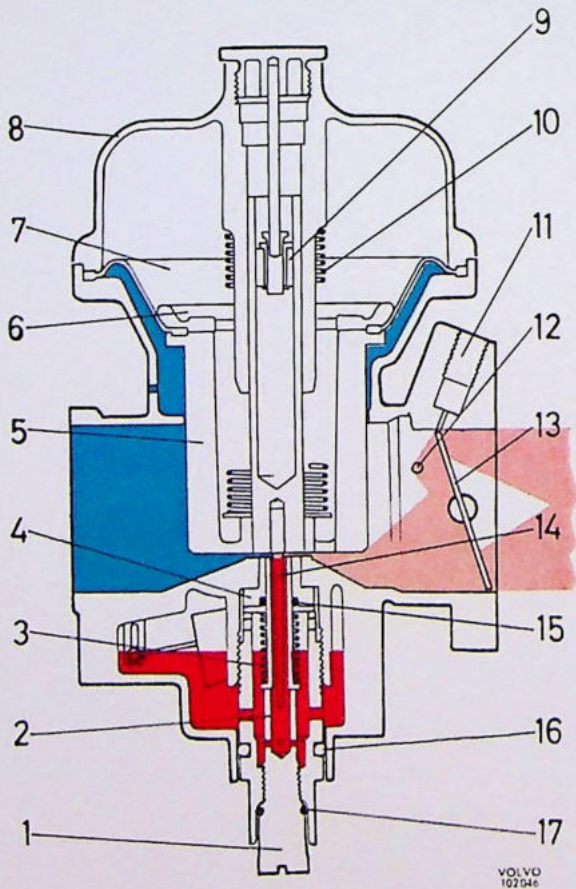
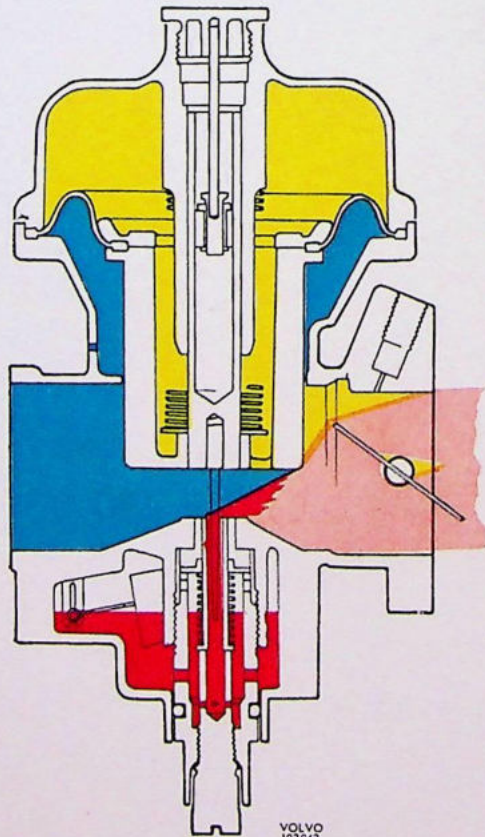

Fig. 2-67. Koud-start, Stromberg
Fig. 2-69. Normaal bedrijf
De benzine stroomt door vier gaten in de sproeierhouder en ook door vier gaten in het bovenste deel van de afstelschroef naar de binnenkant van de sproeier, waarin het niveau hetzelfde zal zijn als in de vlotterkamer. De afdichting van de stelschroef en de sproeierhouder, tussen de sproeierhouder en de vlotterkamer en tussen de sproeier en de geleider wordt verzorgd door O-ringen (15, 16 en 17, Fig. 2-67).
Het benzine-lucht mengsel wordt door middel van de regelschroef van de sproeier (1, Fig. 2-67) bij stationair lopen afgesteld en blijft zo gedurende het gehele toerenbereik.
Bij het openen van de smoorklep wordt het motorvacuum via de kanalen (5, Fig. 2-67) naar de vacuümkamer, die door middel van het membraan van het karburateurhuis is gescheiden, gebracht. Het drukverschil tussen de onderkant van de schuif, waar de druk van de inlaatpoort van de karburateur heerst en de bovenkant van de schuif, waar vacuüm heerst, licht de schuif van de brug. Hierbij wordt ook de tapse regelnaald (14), die aan de schuif zit bevestigd uit de sproeier gelicht. De effectieve doorstroomopening en daarmee ook de benzinehoeveelheid nemen toe; zie Fig. 2-69.
Als de luchtschuif (5, Fig. 2-67) opgelicht wordt, drukt dit de dempingszuiger (9) tegen zijn zitting en verhindert zo, dat de olie van de onderzijde van de dempingszuiger snel naar de bovenzijde hiervan stroomt en wordt de beweging van de schuif (5) afgeremd. Hierdoor ontstaat tijdelijk een sterker vacuüm boven de sproeier, zodat het benzine-lucht mengsel even rijker wordt.